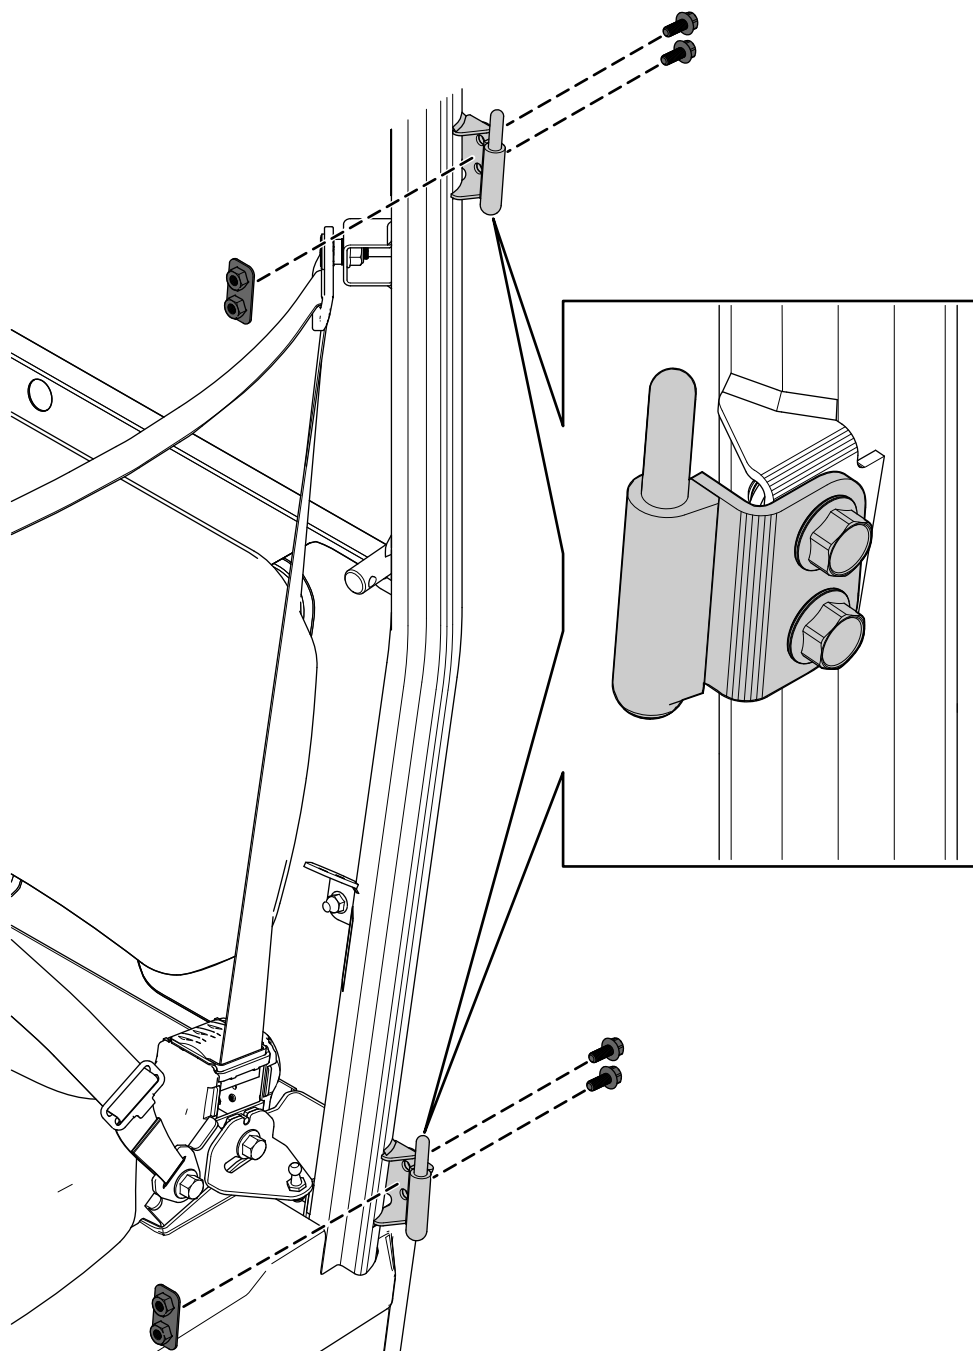

Bild 5
1. Befestigen Sie die beiden linken Türscharniere mit vier Bundkopfschrauben (M8 x 20 mm) und zwei Bolzenplatten (**Bild 5**) lose an der Türscharnierhalterung am Überrollbügel.
8. Wenn die Tür richtig am Überrollschutz ausgerichtet ist, ziehen Sie die in Bild 5 dargestellten vier Bundkopfschrauben (M8 x 20 mm) auf ein Drehmoment von 26 N·m fest.